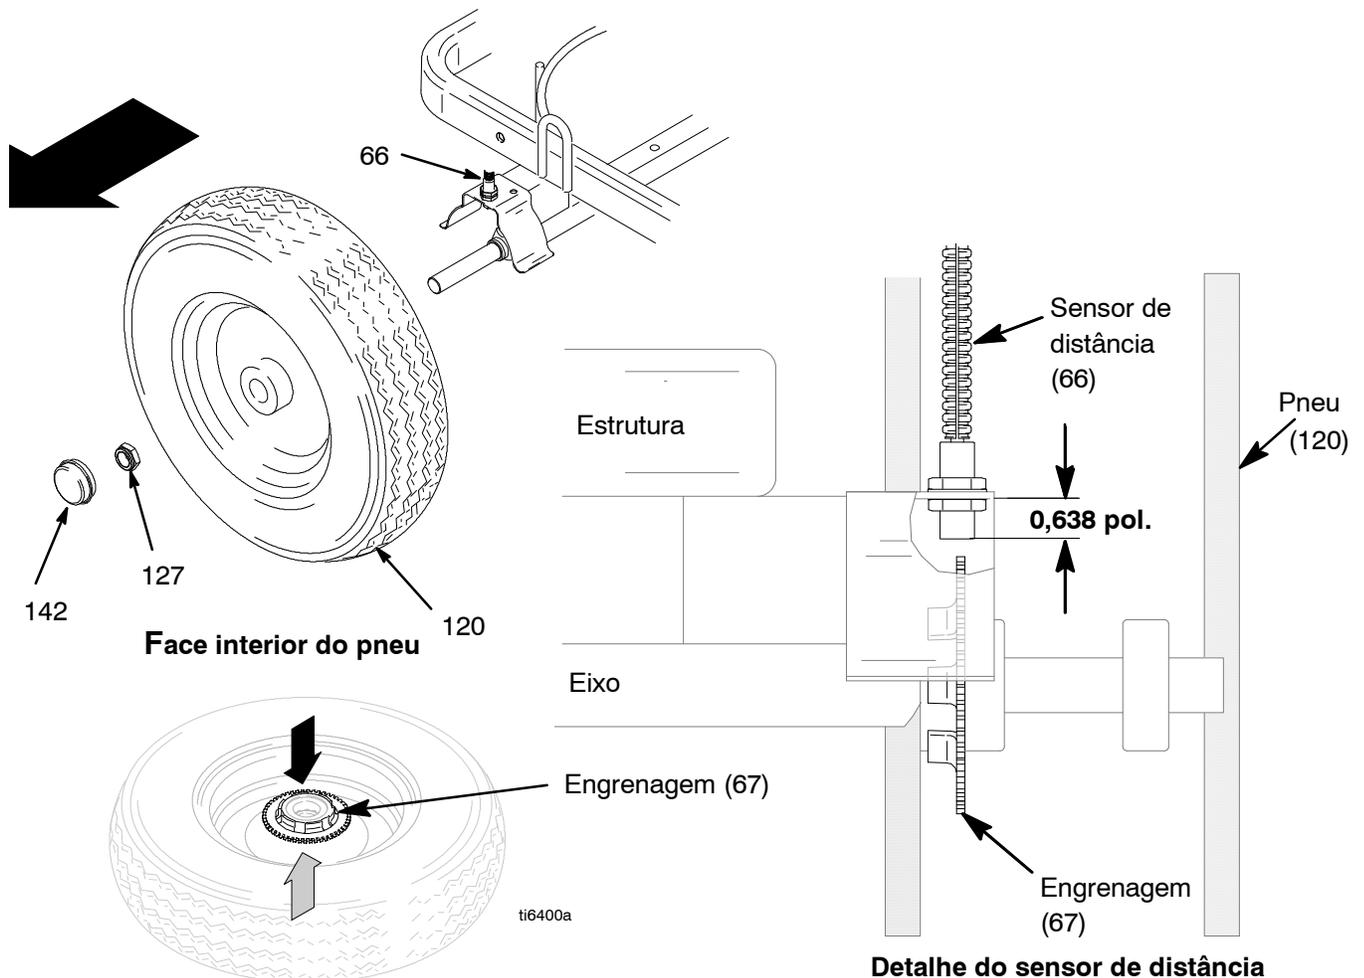

Fig. 14
2. Fig. 14. Retire o tampão antipoeiras (142) da roda. Retire a porca (127).
3. Retire a roda (120) do LineLazer.
4. Alinhe a engrenagem (67) com o sensor.
5. Instale a roda (120) no LineLazer.
6. Instale a porca (127) até que fique apertada e, de seguida, desaperte 1/4 de volta. Coloque o tampão antipoeiras (142) na roda.